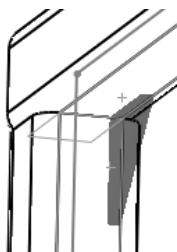
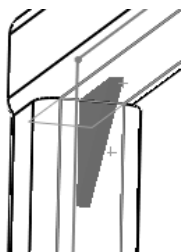
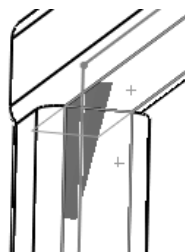

图 10-35 轮廓定位于起点
图 10-36 轮廓定位于中点
图 10-37 轮廓定位于端点
4) 设置支撑板位置。支撑板的位置设置也有3种方式,分别为轮廓定位于起点 $\square$,如图10-35所示;轮廓定位于中点 $\square$,如图10-36所示;轮廓定位于端点,如图10-37所示 $\square$ 。如果想等距角撑板位置,可以指定一等距值。